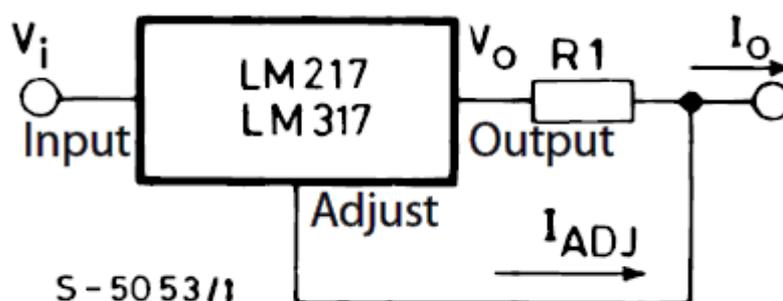

Рисунок 1. Типовое включение микросхемы **LM317T**
- Типовое включение микросхемы **LM317T** (LM317) в режиме стабилизации тока представлено на рис. 1 (спецификация производителя).
3. По техническим условиям рассчитайте необходимое регулировочное сопротивление R для микросхемы **LM317T** (см. типовое включение, рис. 1). Обоснуйте использование одного резистора, или же нескольких последовательно/параллельно подключенных резисторов в роли сопротивления R .